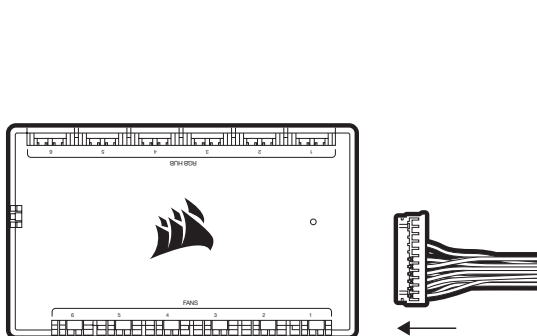

Figura 1
- > Conecte el cable de 24 patillas de la bomba a COMMANDER CORE (figura 1).